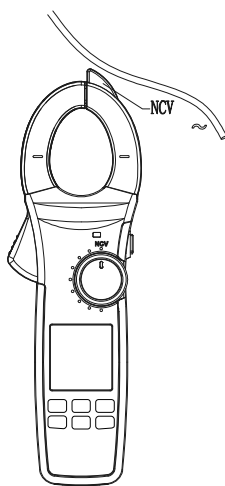

Рис. 10 Бесконтактное определение напряжения переменного тока
7.11 Бесконтактное определение напряжения переменного тока (рис. 10)